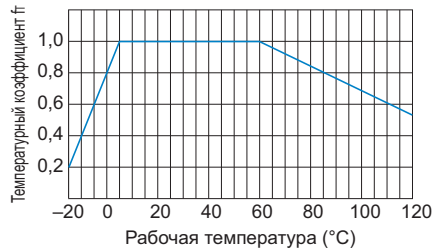

Рис.2 Температурный коэффициент
Рост температуры шлицевой гайки сверх пределов нормального диапазона уменьшает устойчивость гайки к образованию задиров и прочность материала. Следовательно, необходимо умножить допустимый динамический крутящий момент ( $T$ ) на соответствующий температурный коэффициент, указанный на Рис.2.
- $f_T$  : температурный коэффициент (см. Рис.2)